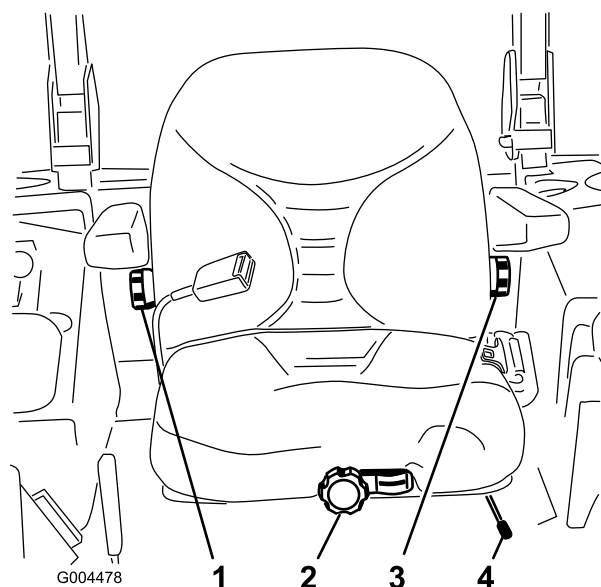

Figura 16
1. Mueva la palanca lateralmente para desbloquear el asiento (Figura 16).
Sin sentarse en el asiento, gire el pomo situado en la parte delantera en cualquier sentido hasta encontrar la posición más cómoda (Figura 16).
Para ajustarlo, gire el pomo situado debajo del reposabrazos derecho en cualquier sentido hasta encontrar la posición más cómoda (Figura 16).
Para ajustarlo, gire el pomo situado debajo del reposabrazos izquierdo en cualquier sentido hasta encontrar la posición más cómoda (Figura 16).